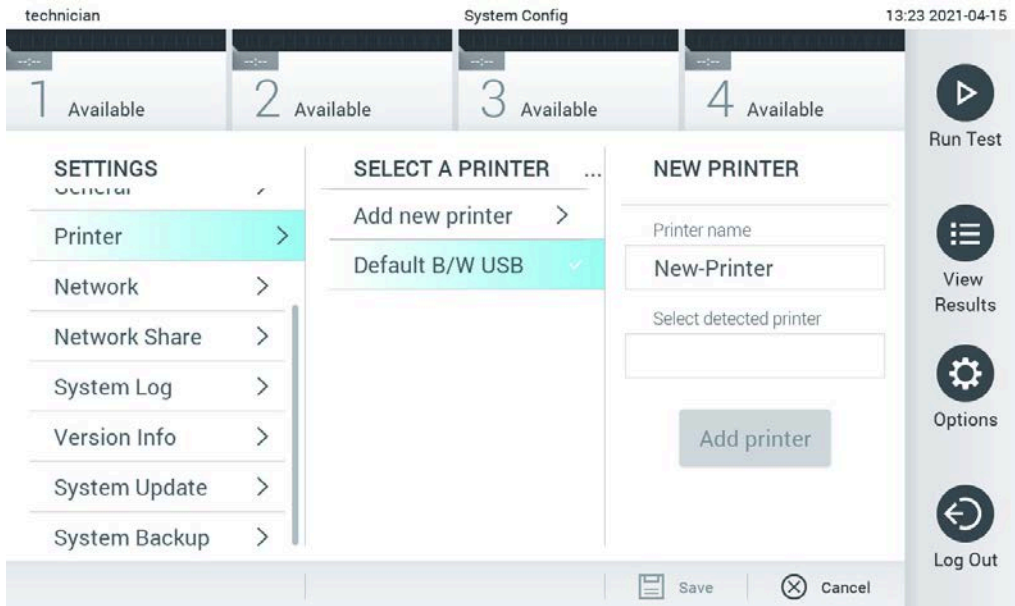

Abbildung 100: Druckerinstallation mit Treiberinstallation
5. Klicken Sie auf **Add Printer** (Drucker hinzufügen) (Abbildung 100).